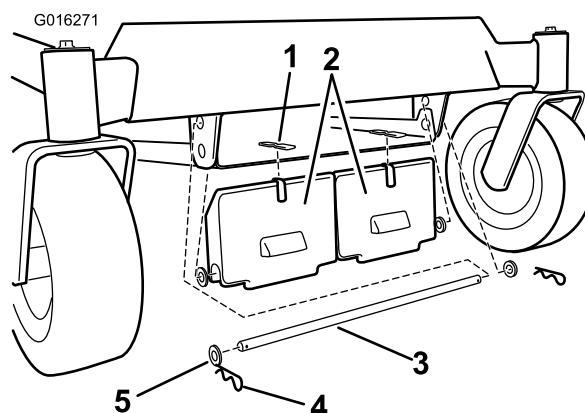
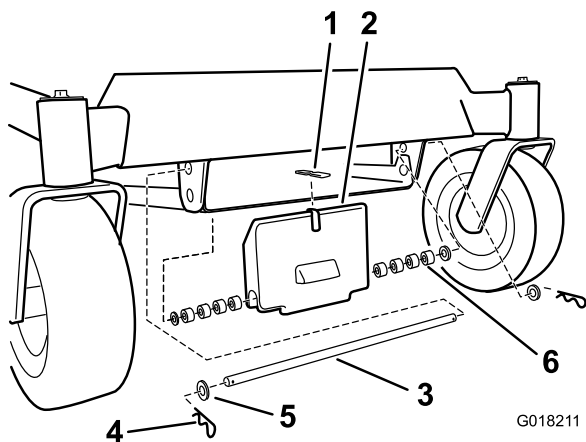

Figure 2
Figure 3
3. Montez le pare-chocs adhésif sur la masse (Figure 2 et Figure 3).
5. Fixez la masse avec une tige, quatre rondelles et deux goupilles fendues, comme illustré à la Figure 2. Utilisez les 8 entretoises si vous montez une masse avant seulement, comme illustré à la Figure 3.